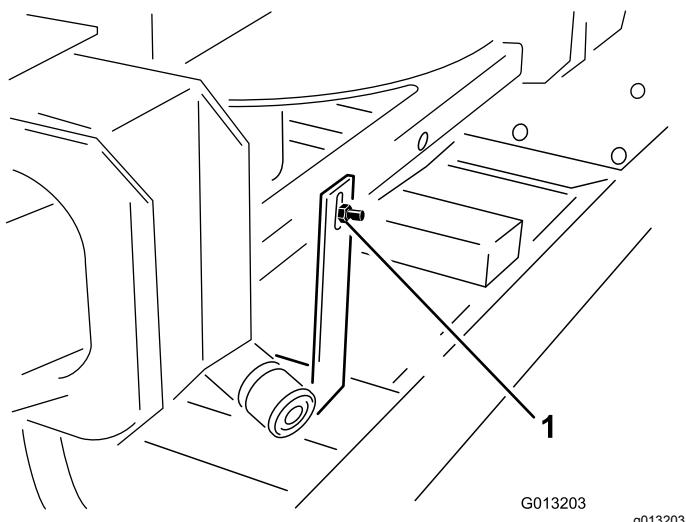

Рисунок 3
- В задней части двухдискового разбрасывателя отверните болт и гайку, которые крепят транспортировочный кронштейн подъемного устройства машины (Рисунок 3).